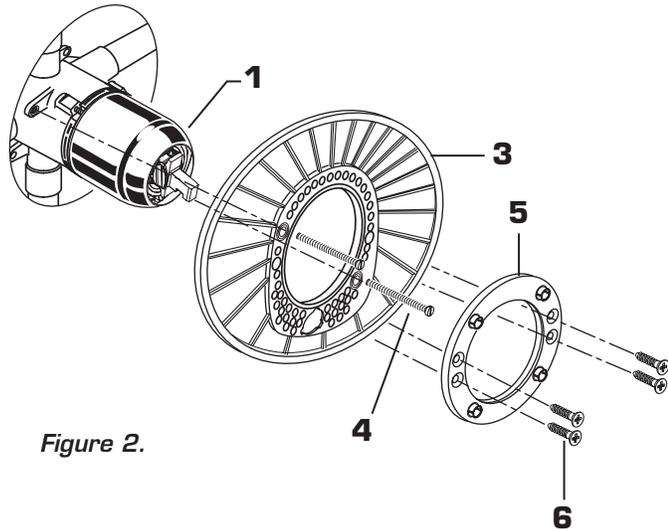

Figure 2.
- **Figure 2.** Enfoncer le DISPOSITIF DE RETENUE D'ÉCUSSON (3) dans le COUVERCLE (1) et le fixer avec de LONGUES VIS (4). Fixer le SUPPORT D'ÉCUSSON (5) au DISPOSITIF DE RETENUE D'ÉCUSSON (3) avec 4 VIS COURTES (6).